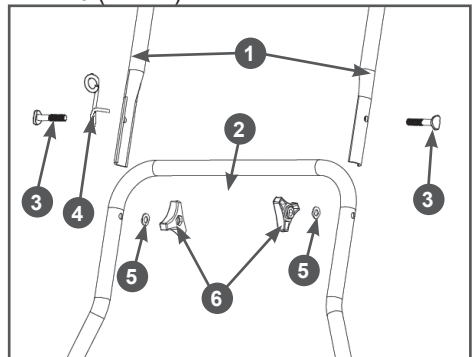

Рис. 4. Установка верхней части рукоятки
3. Установите верхнюю часть рабочей рукоятки. Совместите отверстия в верхней 1 и нижней 2 частях рабочей рукоятки, вставьте в образовавшиеся отверстия болты 3, установите кронштейн 4 крепления ручки стартера, шайбы 5 и закрутите барашковые гайки 6 (Рис. 4).